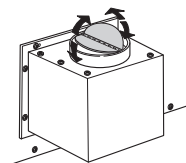

Fig. 4
- que le mouvement de rotation des clapets anti-retour du groupe d'aspiration n'est pas entravé. (Figure 4)